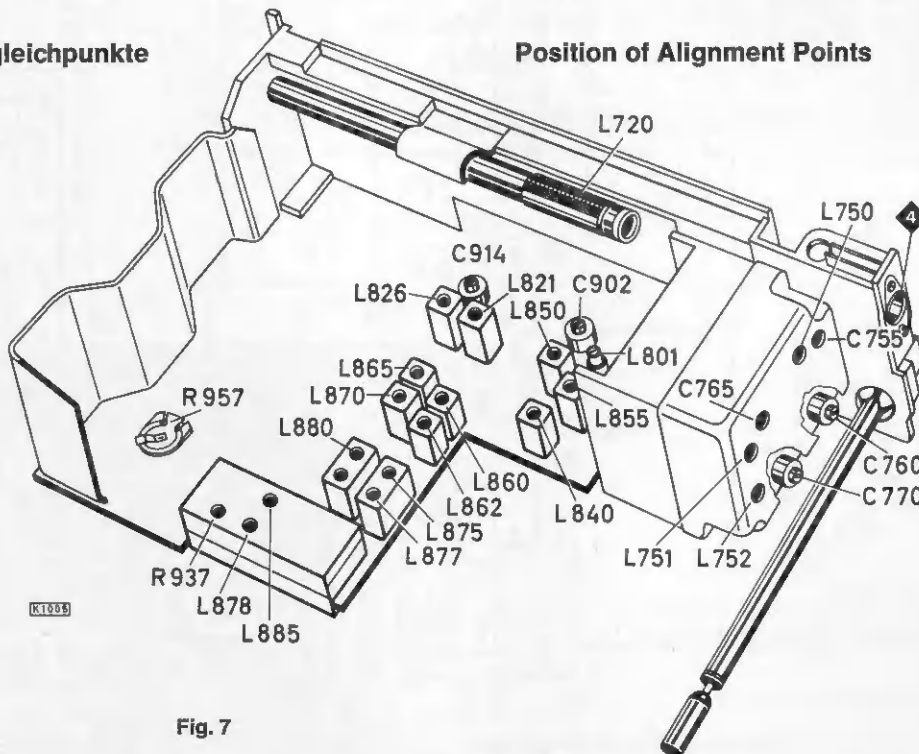

Fig. 7
- 5.3 Den Ruhestrom ca. 1 Minute nach dem Einschalten des Gerätes mit dem Einstellregler R 957 auf $4 \text{ mA} + 20 - 10 \%$ bei einer Betriebsspannung von 9 V einstellen, Fig. 7.
- 5.3 Approx. 1 minute after switching on set, set zero-signal current via adjuster R 957 to $4 \text{ mA} + 20 - 10 \%$ at an operating voltage of 9 V, see fig. 7.
ab Antennenschluß (4) from antenna connection (4) Fig. 7
- 1) Ein AM-Signal, 400 Hz, 30 % moduliert, soll eine Ratiospannung von 1,0 V erzeugen. Dann mit R 937 ein Spannungsminimum am Outputmeter einstellen, Fig. 7.
- 1) An AM signal, 400 cs, 30 % modulated, must produce a ratio voltage of 1.0 V. Adjust a voltage minimum at the outputmeter by means of R 937, see fig. 7.